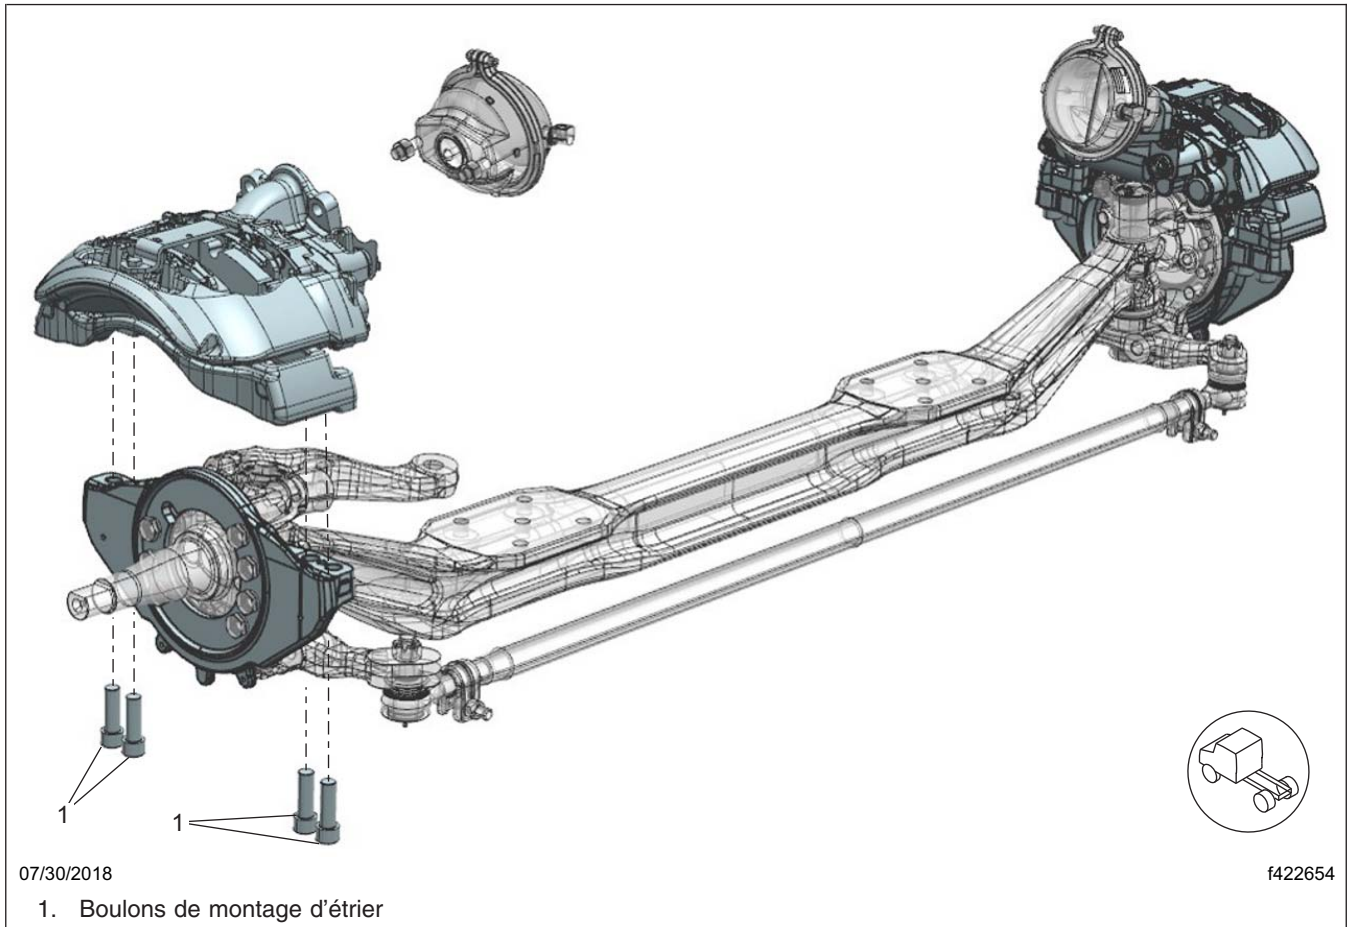
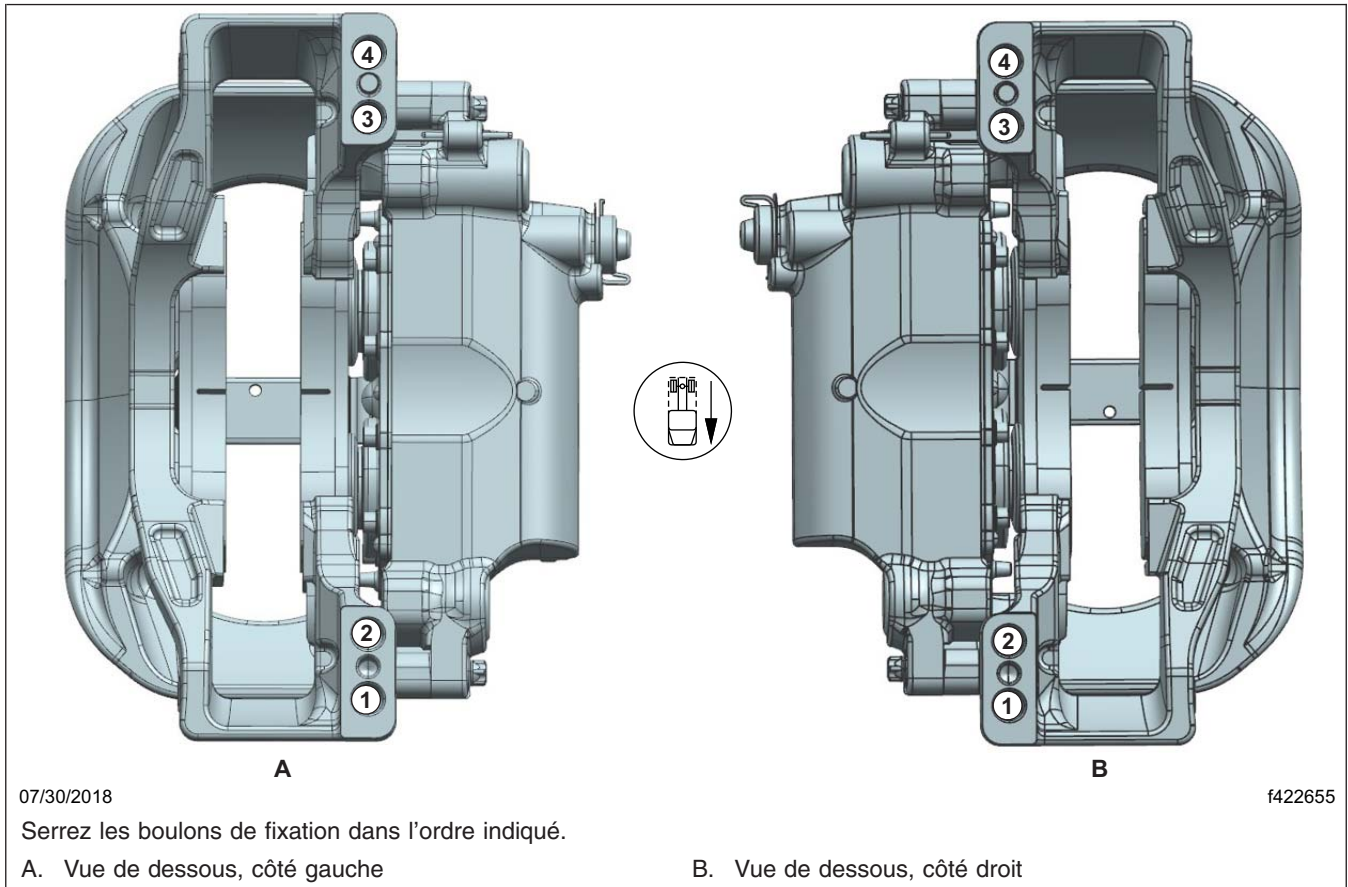

Fig. 5, Étrier Meritor à montage radial
Fig. 6, Séquence de serrage, étrier Meritor
5. Alignez chaque ensemble étrier/support avec le rotor en repoussant le côté tige fixe de l'étrier contre le rebord de la plaque de couple, puis installez l'ensemble étrier/support en utilisant les boulons de fixation de l'étrier neufs. Reportez-vous à la figure 5 et la figure 6.
6. Serrez les boulons de fixation du support en deux étapes, en appliquant la séquence indiquée sur la **figure 6**.